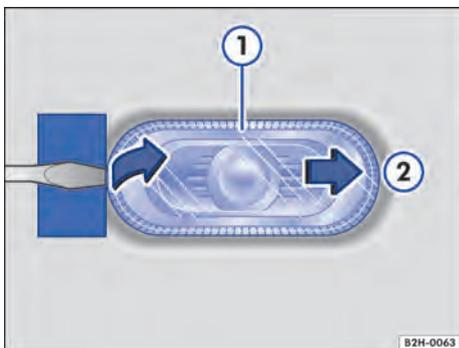

Fig. 154 Na lateral do veículo: remover os indicadores de direção laterais
2. Posicionar a chave de fenda das ferramentas de bordo com a lâmina plana no lado da lanterna lateral do indicador de direção que aponta para direção de condução → ①. Deslocar os indicadores de direção laterais → Fig. 154 ① para trás, em sentido oposto ao da força de mola → Fig. 154 ②.